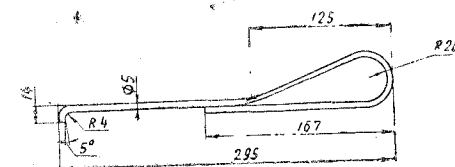

Рис. 10. Приспособление для извлечения резонансной трубы
- с помощью специального приспособления (рис. 10) выньте резонансную трубу, очистите ее от нагара;